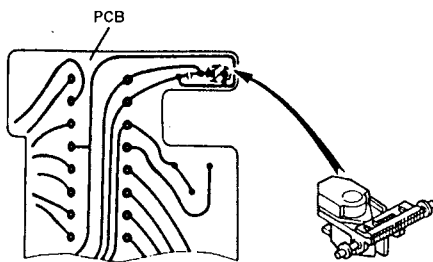

Fig. 4-1
- Before removing the pickup assembly be sure to solder -bridge where indicated in the inset (Fig. 4-1) to prevent the laser diode from being electrostatically damaged. After replacing the pickup assembly, be sure to unsolder the antistatic bridge. Or else the laser diode does not function.
- ピックアップ ASSY を外すときは、レーザーダイオードの静電破壊防止のため、必ず斜線部分 (Fig. 4-1) を半田ブリッジしてください。また、取り付ける場合も取り付け後に半田ブリッジを外してください。半田ブリッジをしたままではレーザーダイオードは動作しません。